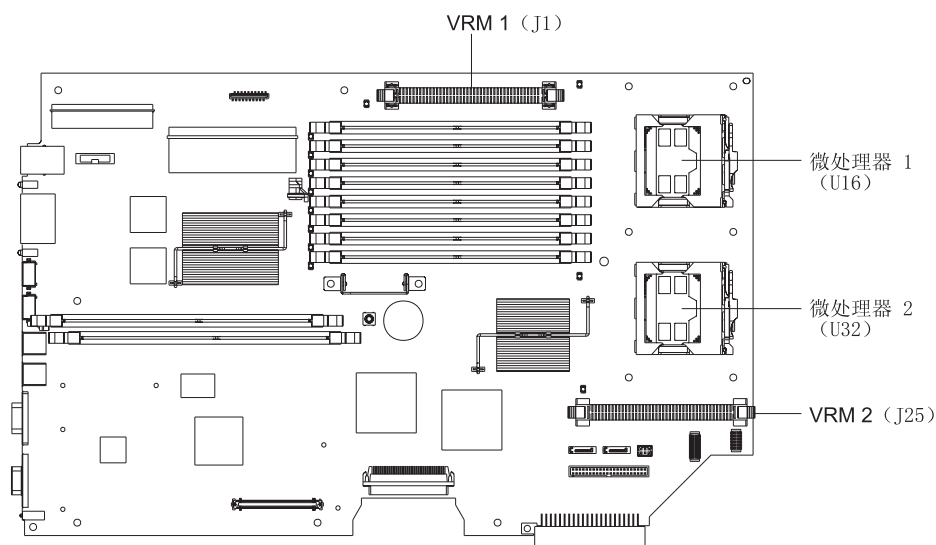

图 35. 微处理器和 VRM 插座的位置
- 图 35 显示了系统板上的微处理器插座和稳压器模块（VRM）插槽。